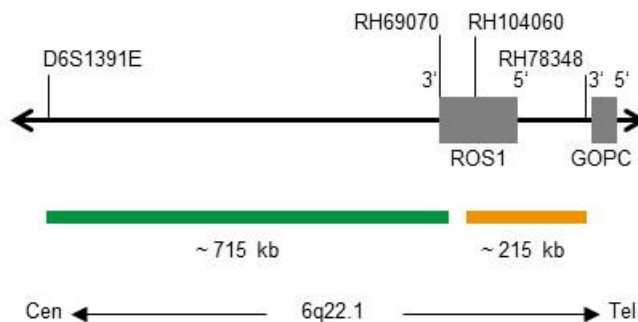

Fig. 1: SPEC ROS1 Mapa de la sonda (no está a escala)
- Polinucleótidos marcados en verde (excitación a 503 nm/emisión a 528 nm) ZyGreen (~10 ng/ $\mu$ l), dirigidos a secuencias localizadas en 6q22.1\* (chr6:116,912,298-117,627,255) proximales a la región del punto de ruptura de ROS1 (ver Fig. 1).
- Polinucleótidos marcados en naranja (excitación a 547 nm/emisión a 572 nm) ZyOrange (~4,5 ng/ $\mu$ l), dirigidos a secuencias localizadas en 6q22.1\* (chr6:117,659,135-117,871,701) distales a la región del punto de ruptura de ROS1 (ver Fig. 1).